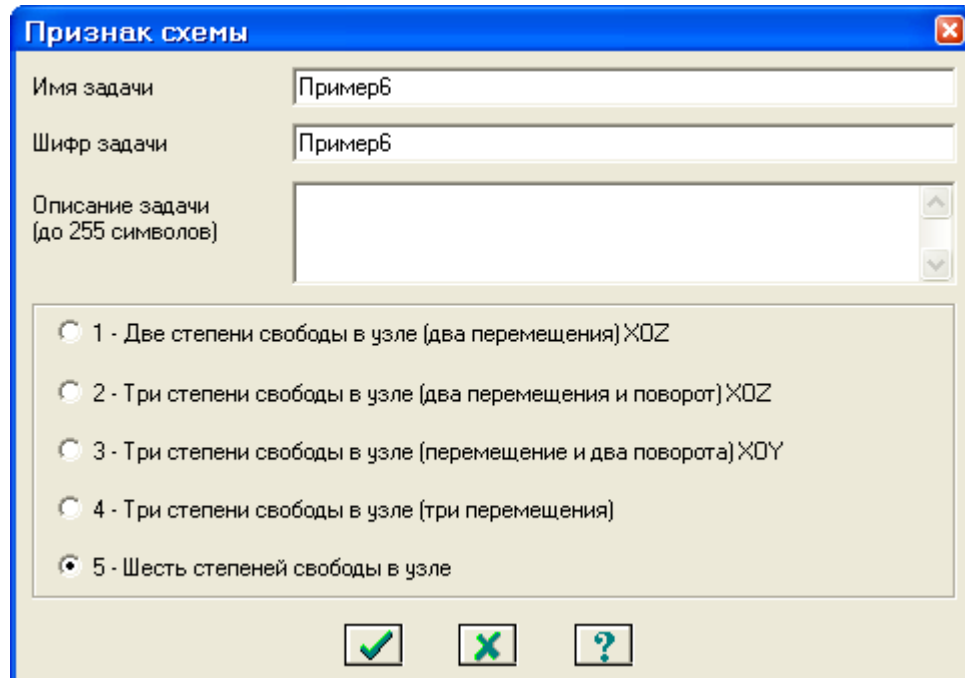

Рис.6.1. Диалоговое окно **Признак схемы**
- В появившемся диалоговом окне **Признак схемы** (рис.6.1) задайте следующие параметры: